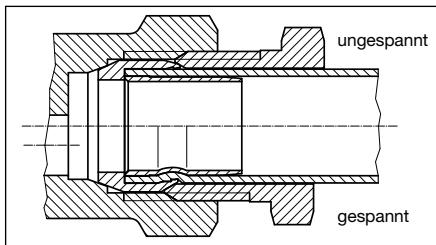

Abb. 2 Klemmringverschraubung „Ofix“
2. Wenn Sie dünnwandige oder sehr weiche Kupferrohre verwenden, führen Sie zunächst Stützhülsen (Zubehör) in die Rohrenden ein, bevor Sie die Klemmringverschraubung montieren. Mit Hilfe der Stützhülsen können diese Rohre die nötigen Klemmkräfte aufnehmen, so dass eine dichte Rohr-/Armauterverbindung entsteht (siehe Abb. 2).